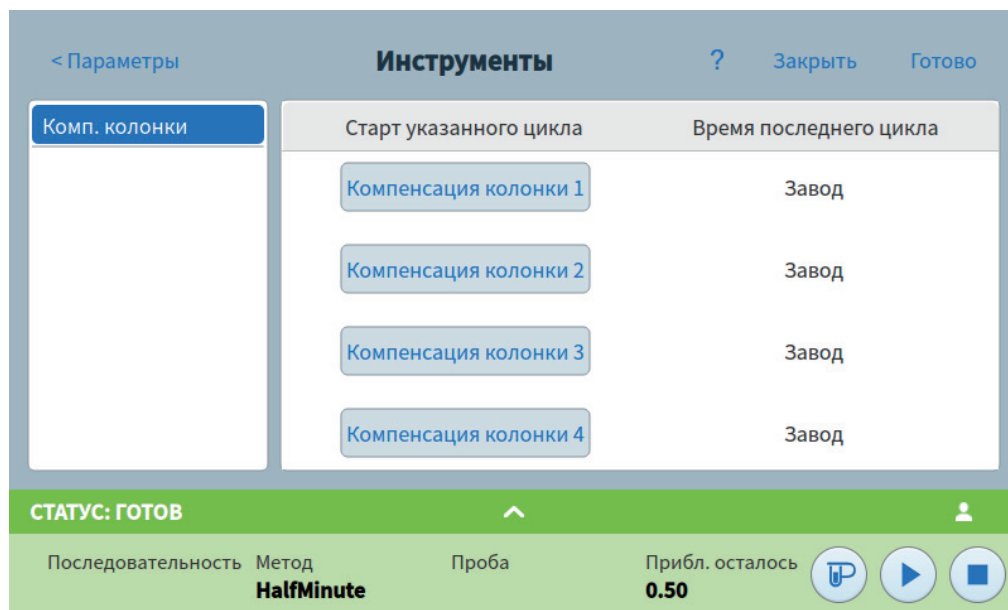

Рис. 50 Страница инструментов
Страница инструментов позволяет выполнять циклы компенсации для установленных на ГХ колонок. См. Рис. 50.
- 1 На странице инструментов (см. Рис. 50 на стр. 132) выберите необходимый пункт **Компенсация колонки** в столбце **Запуск указанного цикла**. ГХ выполнит цикл компенсации колонки. В рамках этого цикла пробы не вводятся.